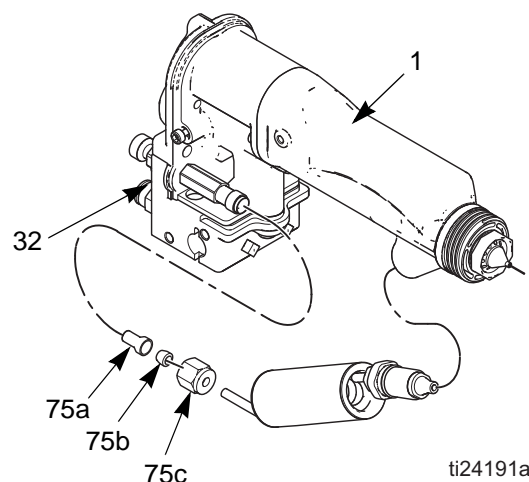

Fig. 10. HC Umrüstsatz
1. Die Turbinenluft (TA) ausschalten.
5. Den Haltering (24), die Luftkappe (25) und das Abdeckblech (26) abnehmen.
6. Die Mutter (35) lösen und das Materialrohr (39) sowie die Klemmringe (33 und 34) aus dem Materialstutzen entfernen. Die anderen Teile (33, 34, 36, 37 und 39) an der Öffnung des Pistolenlaufs entfernen.
7. Sicherstellen, dass die Laufgewinde sauber und trocken sind. Das dielektrische Schmierfett von Graco mit der Teilenummer 116553 auf die Materialstutzensgewinde und O-Ringe auftragen. Den Stutzen in den Einlass des Pistolengehäuses drehen. Siehe hierzu FIGURE 10.
8. Die Mutter (75c), den Klemmring (75b) und den Halterungsadapter (75a) auf das Rohr schieben. Das Ende des Rohrs in den Stutzen (32) schieben. Sicherstellen, dass die Klemmringe im Stutzen sitzen. Die Mutter (75c) festziehen.